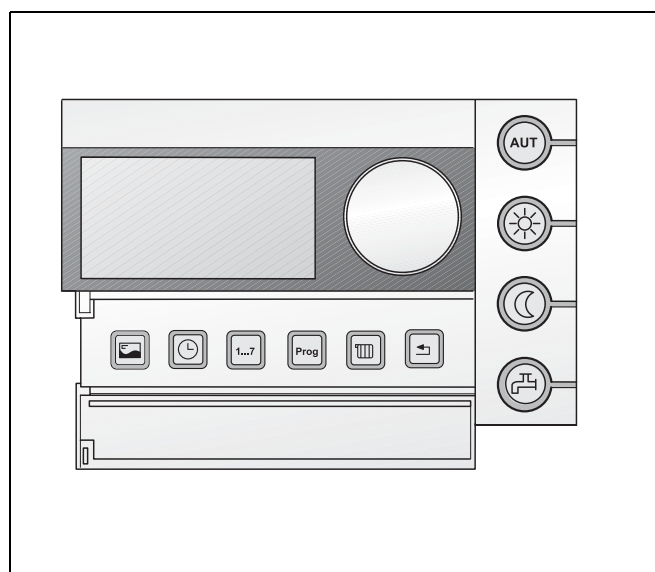

Fig. 19 Telecomanda de cameră RC30
- Realizați setările la telecomanda de cameră (de ex. RC30, vezi fig. 19). Recomandăm să verificați respectiv să setați următoarele: